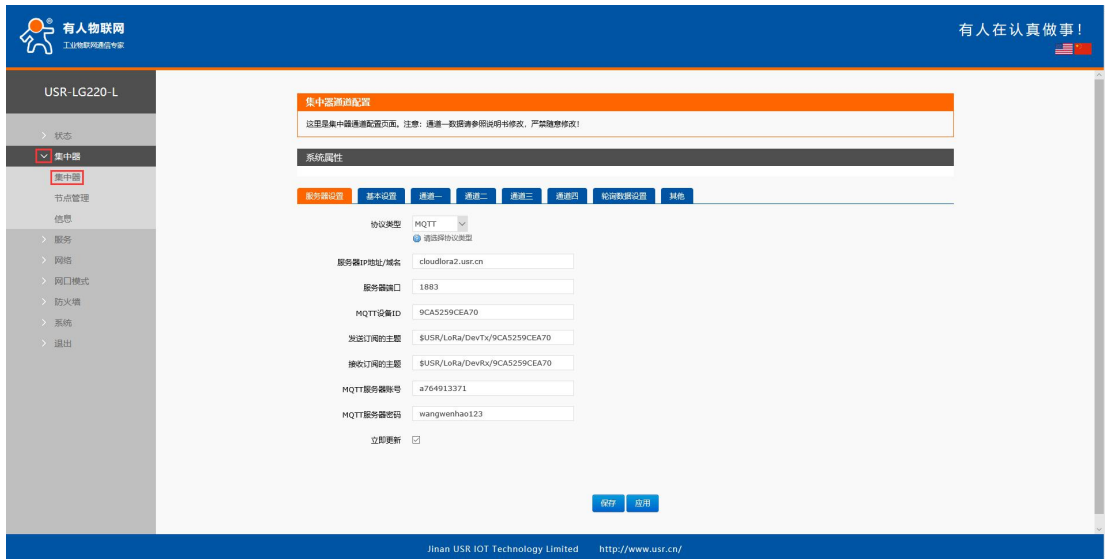

图 12 集中器设置页面
4. 依次点击设置页面左侧菜单的集中器及其子菜单下的集中器选项进入集中器设置页面（如图 12 所示）。在服务器设置子项中参考图 12 进行设置，其中的服务器 IP 地址/域名设置为有人云的域名，MQTT 设备 ID 为 LG220 的 MAC，发送订阅的主题与接收订阅的主题参照格式将末尾数据替换成对应设备的 MQTT 设备 ID，MQTT 服务器账号与密码设置为对应有人云的账号与密码，勾选立即更新，依次点击保存、立即应用。